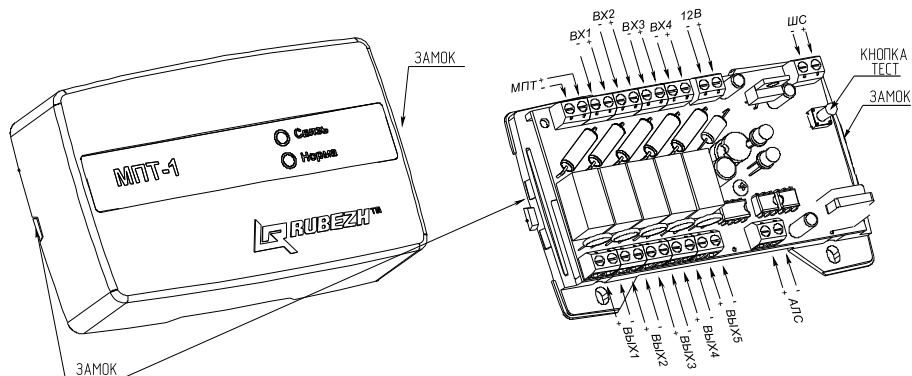

Рисунок 3
5.1 Конструктивно модуль выполнен в виде блока, состоящего из пластмассового корпуса (основание и крышка), внутри которого размещена плата с радиоэлементами (Рисунок 3).